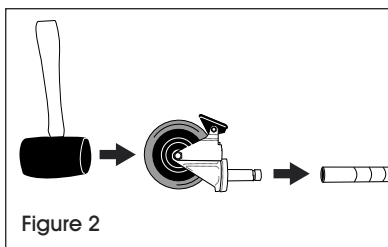

Figure 2
1. Assurez-vous que le montant est placé comme illustré. (Voir Figure 2)
2. Enclenchez le frein des roues pour empêcher les roulettes de rouler pendant le montage. Utilisez un maillet en caoutchouc pour insérer la tige des roulettes dans les montants. (Voir Figure 2)